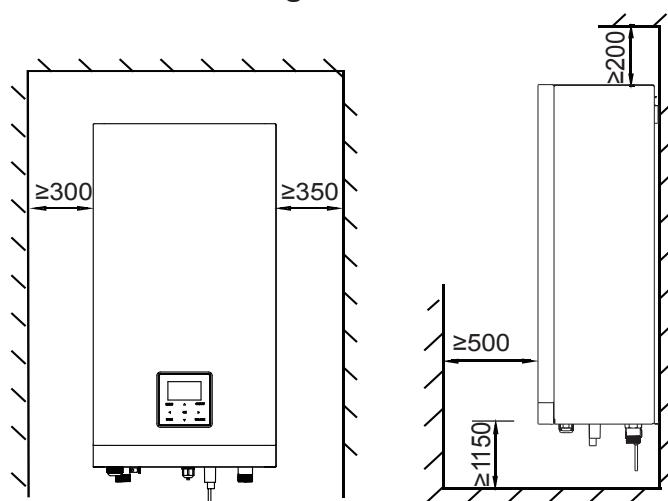

Abb. 4-4
- Der Raum um das Gerät herum muss für die Wartung ausreichend sein, siehe Abbildung 4-4.